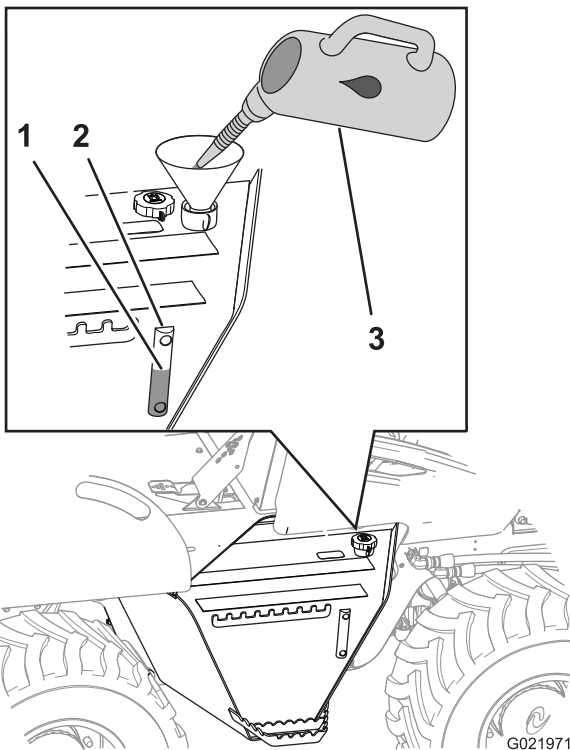

Bild 94
- Füllen Sie den Hydraulikölbehälter mit der angegebenen Hydraulikölsorte, bis der Ölstand in der Mitte des Schauglases ist (Bild 94).
- Setzen Sie den Fülldeckel bzw. Entlüfter auf (Bild 94).